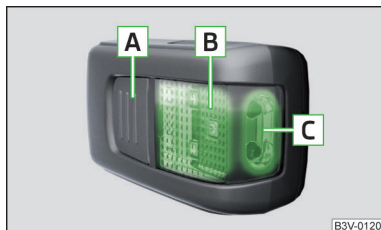

Fig. 116
Descripción de la luz » fig. 116
► Para **encender** de la lámpara retirada, presionar la tecla **A** » fig. 116. Presionando nuevamente se **apaga** la lámpara.
Si no se apaga la lámpara y está colocada correctamente en el soporte, los medios de iluminación LED en la parte delantera de la lámpara **C** » fig. 116 se apagan automáticamente.